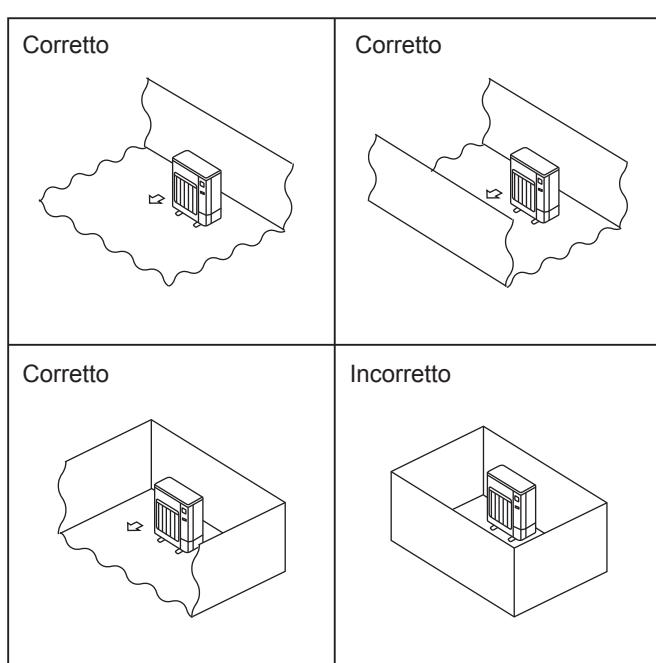

Fig. 2-1
- Installare unità esterne in un luogo con almeno un lato aperto su quattro e in uno spazio di grandezza sufficiente e privo di depressioni. (Fig. 2-1)